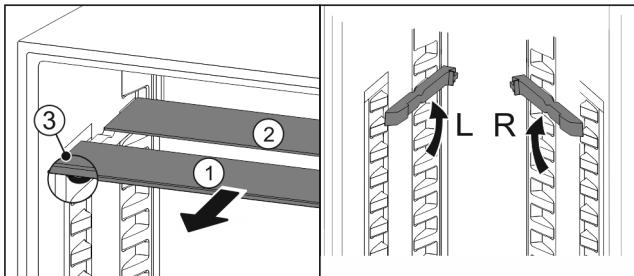

Fig. 105
- Издърпайте Fig. 105 (1) поотделно стъклените площи напред.
- Стъклената плоча Fig. 105 (1) с декоративната лайстна е отпред.
- Ограничителите Fig. 105 (3) сочат надолу.